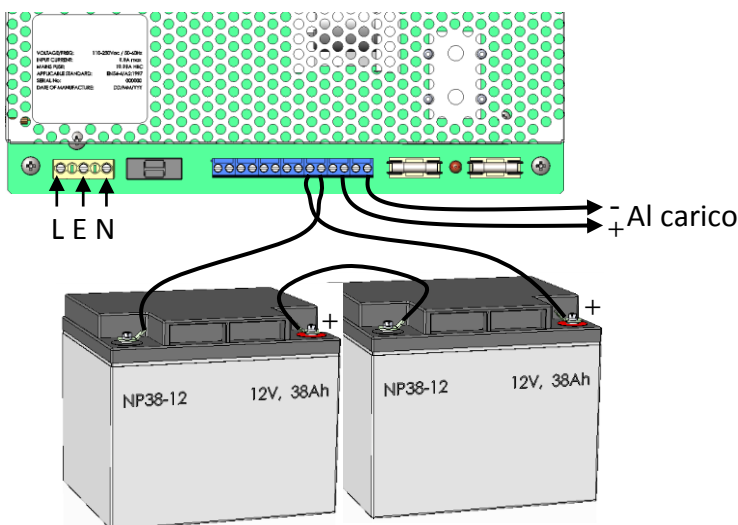

Figura 4 – Alimentazione, Carico e connessione batterie
- 5) Collegare il cablaggio del carico (uscita) come illustrato nella Figura 4. Fascettare il cavo all'aggancio in dotazione (adiacente al foro di uscita).